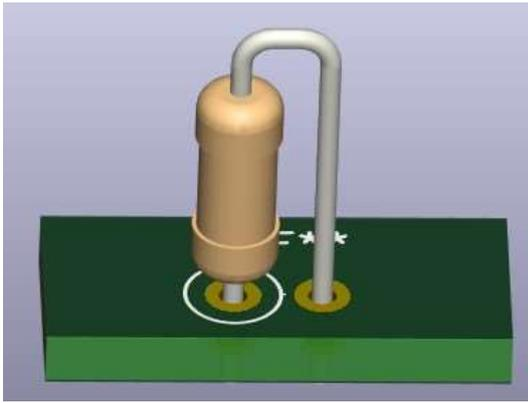

図 1. 通常の実装方向
①R10,R15 のシルクが逆になっています。正しくは、
②電源入力端子のシルクが”+12V”および”-12V”となっておりますが、正しくはそれぞれ”+VCC”、”-VCC”です。
③たて配置の抵抗のリード向きが逆になっています。動作上は問題ありませんが、信号確認や測定を行う場合に不便な場合があるため、次の通り実装することをおすすめします。
- ・ 通常、シルクに対する抵抗の実装は図 1 のようになります。